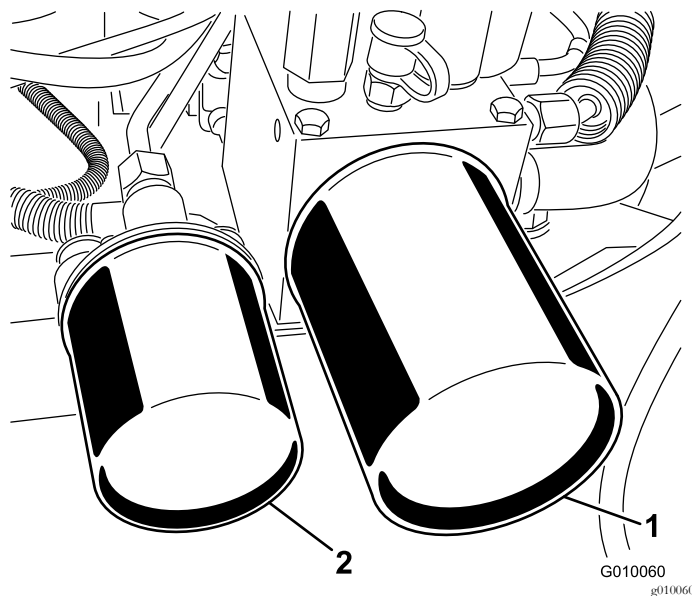

图59
2. 在滤芯下放一个放油盘拆下旧滤芯并将滤芯安装座垫片表面擦拭干净 图59。